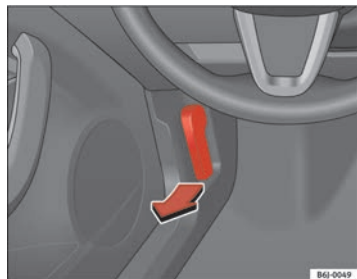

Fig. 116 Palanca apertura capó motor
- Tire de la palanca que se encuentra bajo el tablero de instrumentos ⇒ **fig. 116** en el sentido que indica la flecha. El capó queda desbloqueado por la acción resorte del muelle ⇒